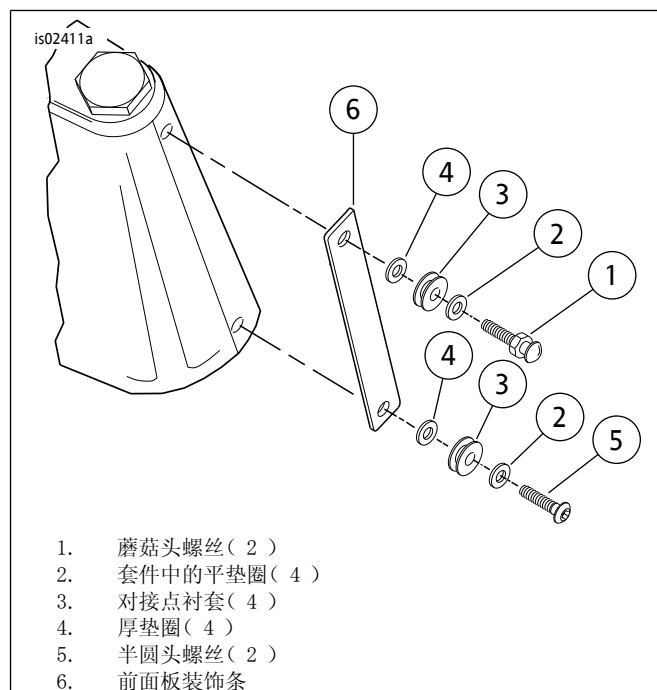

图1。安装前面板装饰条和挡风玻璃对接件
2. 参见图1。拆下将装饰条(6)固定至前后装饰件的螺丝和垫圈并丢弃。